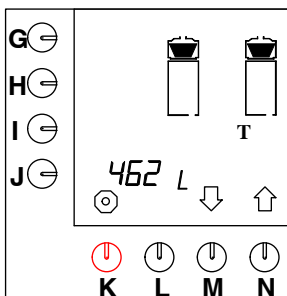

Fig. 38 Tellefunksjonen totalt for kaffetraktesystemet
- Trykk på valgtasten (N.)↑ inntil fig.38 vises på displayet.